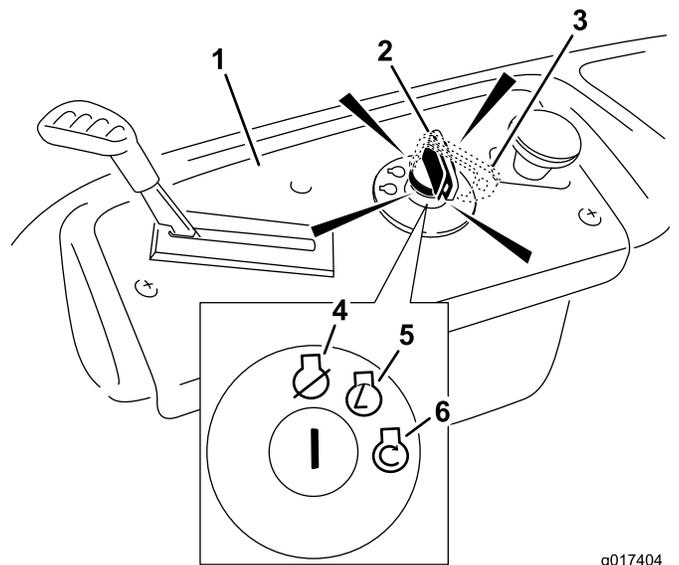

Figura 13
- Gire la llave de contacto a Arranque para activar el motor de arranque. Cuando el motor arranque, suelte la llave (Figura 13).
2. Mueva la palanca del acelerador a la posición de Rápido (Figura 13).